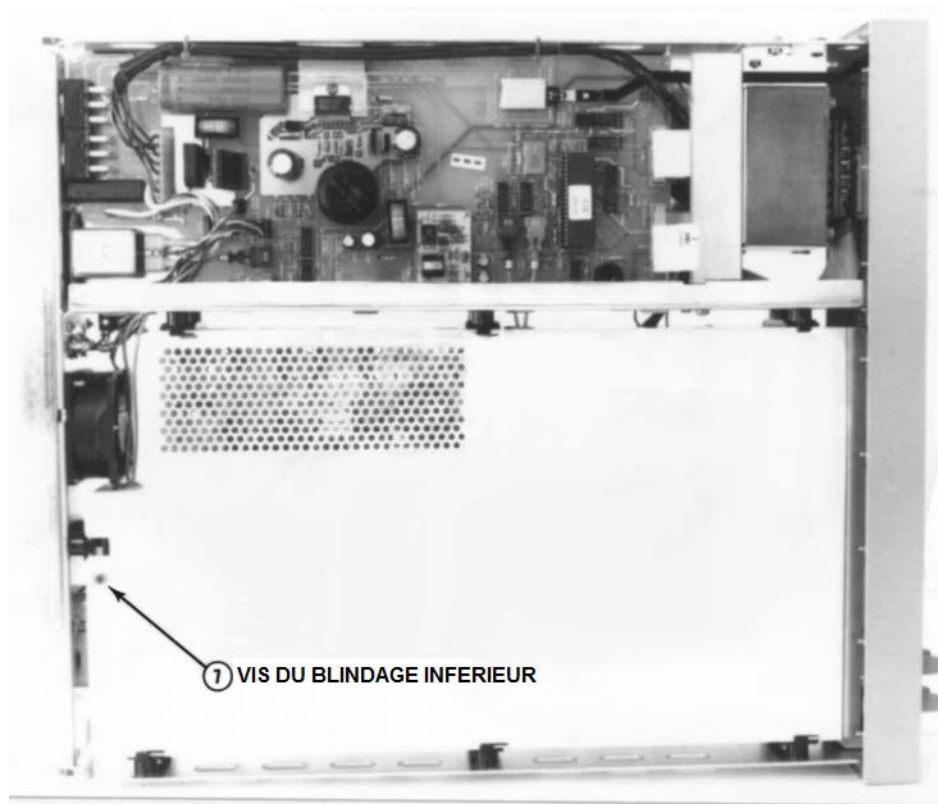

Figure C-5 Face inférieure du 3458A
- 1 Référez-vous à la **figure C-5**. A l'aide du tournevis Torx #TX10, enlevez la vis du blindage inférieur et retirez le blindage en le tirant vers l'arrière jusqu'à ce que les arrêts du blindage soient dans l'alignement des encoches du blindage. Retirez le blindage en le soulevant.
- 3 Référez-vous à la **figure C-5**. Remplacez le blindage. Alignez les encoches du blindage sur les arrêts puis poussez le blindage vers l'avant de l'instrument jusqu'à ce que les trous des vis soient dans l'alignement de celui du châssis. Réinstallez le blindage à l'aide d'un tournevis Torx #TX10.